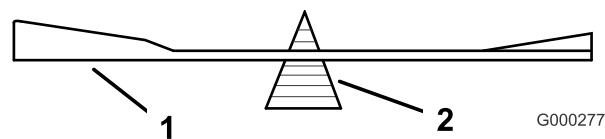

Figura 112
- Verifique o equilíbrio da lâmina colocando-a num equilibrador de lâminas (Figura 112).